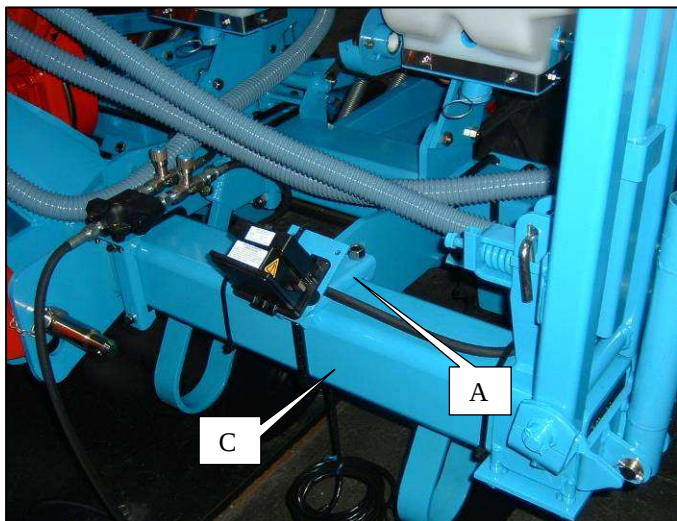
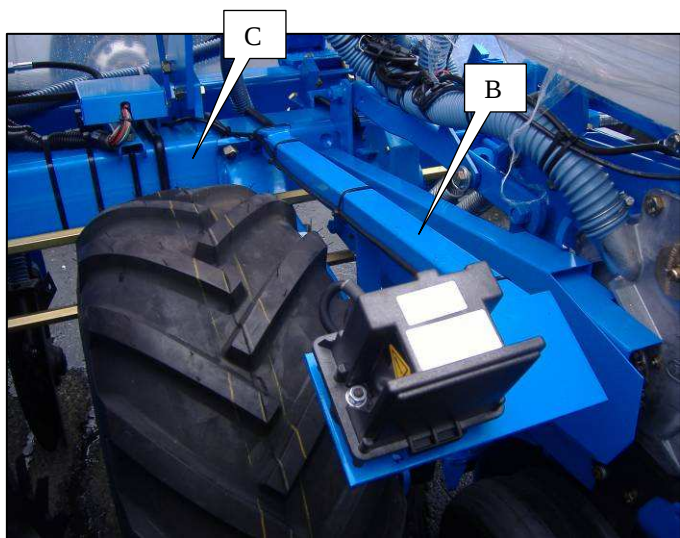

Fig. 1
Fig. 2
- Posizionare entrambi i magneti A su i loro sopporti B (Fig.1), dovendo la faccia rossa del magneti trovarsi di fronte al sensore di ruota C, poi fissare entrambi i sopporti sulla ruota posizionandoli **a 180° uno dall'altro** rispetto al centro della ruota.
- Il sensore di ruota deve venire installato sul blocco ruota a mezzo di un braccio di fissaggio D (Fig. 2) e la **distanza tra il sensore ed i magneti è di 4 mm**.
Le kit de montage comprend un support de fixation sur semoir A (Fig.1) ou un support de fixation sur bloc roue B (Fig.2)
-Installer le support sur le châssis du semoir C (voir Fig.1 et 2).